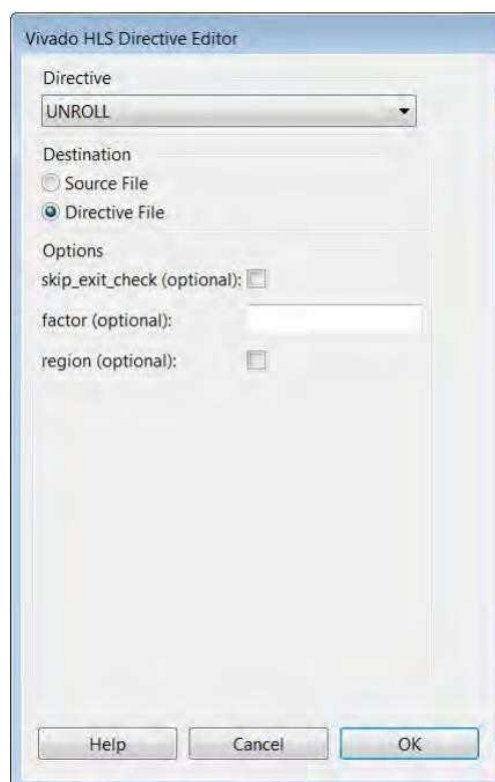

图 4-17: 展开 For_Loop 的指令编辑器
- b) 使用如图 4-17 所示的指令编辑器，点击 OK。